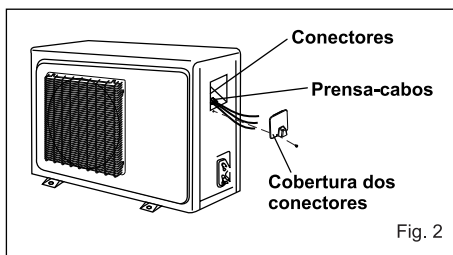

Fig. 2
- Retire a cobertura dos conectores da unidade externa para ter acesso aos terminais de ligação (fig. 2).